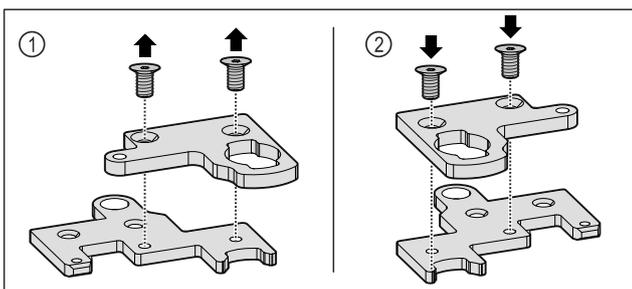

Fig. 35
- ▶ Disassemblare l'angolo della cerniera composto da due elementi. Fig. 35 (1)
- ▶ Ruotare l'angolo della cerniera composto da due elementi di 180° e rimontarlo. Fig. 35 (2)